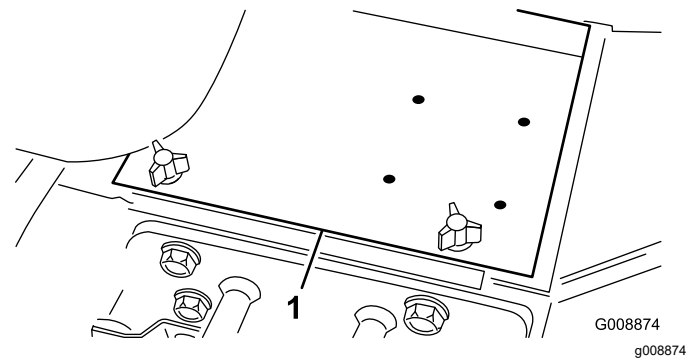

Bild 3
2. Entfernen Sie die Batterieabdeckung (Bild 3).